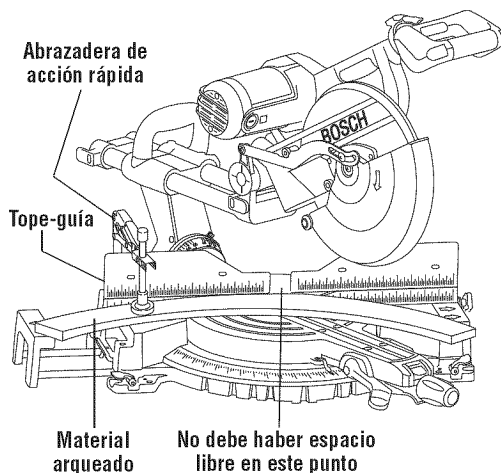

Figura 37. Material arqueado
**ADVERTENCIA** Si la pieza de trabajo está arqueada o combada, fíjela con abrazadera con la cara exterior arqueada orientada hacia el tope-guía. Asegúrese siempre de que no haya espacio libre entre la pieza de trabajo, el tope-guía y la mesa a lo largo de la línea de corte. Las piezas de trabajo dobladas o combadas pueden torcerse u oscilar y pueden causar atasco en la hoja de sierra que gira durante el corte (Figura 37).